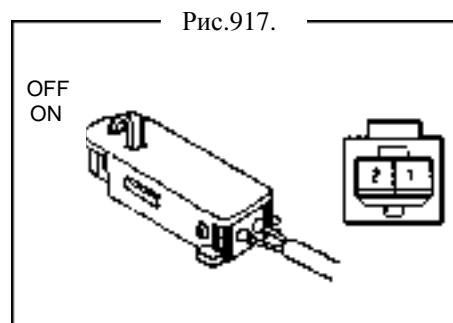

Рис.917.
2. Проверьте предупреждение о ключе (рис.917).